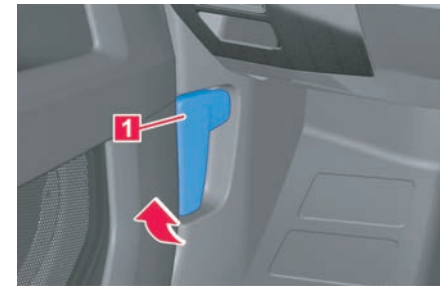

Abb. 183 Im Fußraum links: Öffnen der Frontklappe (Prinzipdarstellung).
2. Tür vorne links öffnen und Entriegelungshebel in Pfeilrichtung ziehen → **Abb. 183 1**.